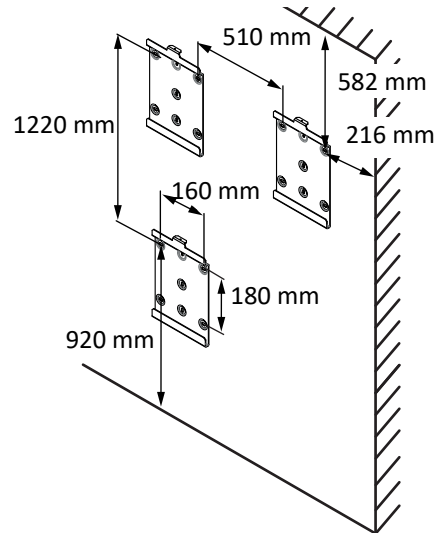

Abb. 8: Wandmontage
- Mindestabstände bei der Montage: [Siehe Abbildung 8] [▶ Seite 44]